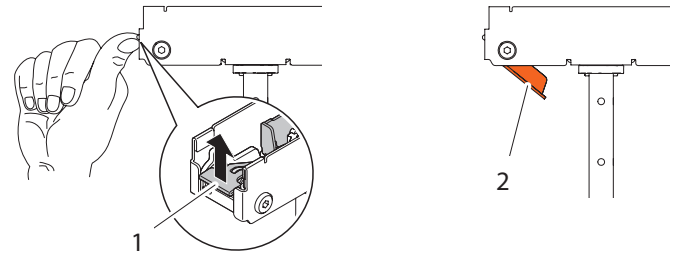

Fig. 26: Preparación del adaptador de enganche
2. Presione hacia arriba las dos palancas (Fig. 26/1) del adaptador de enganche para que se abran las lengüetas (Fig. 26/2).